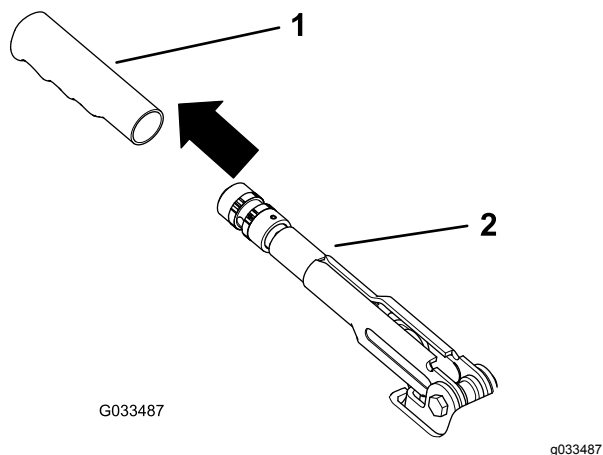

Рисунок 56
1. Снимите резиновый наконечник рычага стояночного тормоза (Рисунок 56).
5. Установите резиновый наконечник на рычаг стояночного тормоза (Рисунок 56).